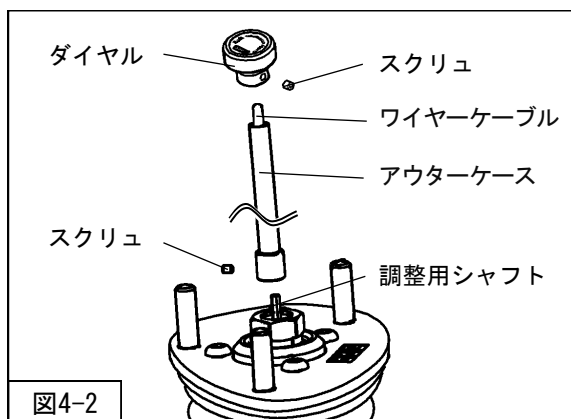

図4-2
スクリュの締付けは六角レンチ (1.5mm・同梱品) を使用してください。(図4-2)
4. OUTER ケースから出てきたワイヤークーブルの先端にダイヤルを取付けてください。(図4-2)